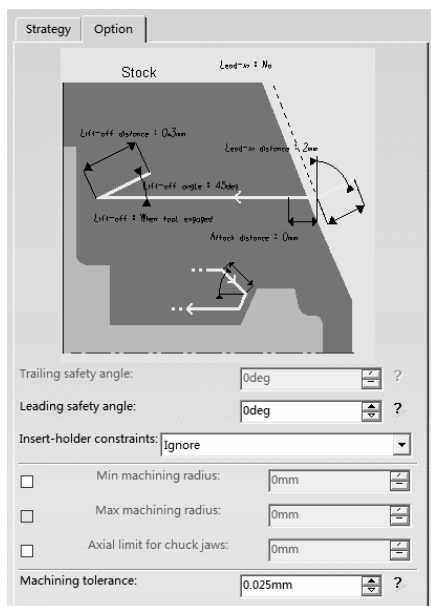

图 7-21 “Option” 选项卡 (1)
- 单击“Option”选项卡(1), 设置切入/切出参数如图 7-21 所示。